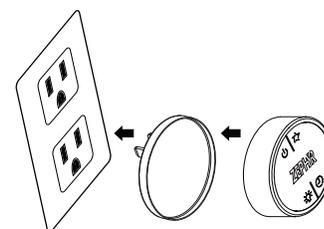

FIG. 4
9. Soulevez l'appareil assemblé et fixez les quatre supports à angle au support de plafond. Assurez-vous que les languettes des supports à angle entrent bien dans les fentes du support de plafond. La moitié du support à angle devrait se trouver à l'extérieur du support de plafond et l'autre moitié à l'intérieur. Fixez les supports à angle au support de plafond à l'aide de seize vis M4*6, quatre pour chaque support à angle. FIG. 4.
La commande à distance radioélectrique est munie d'un aimant pour un entreposage facile. La commande peut être mise sur n'importe quelle surface magnétique, comme un réfrigérateur ou le support à commande Zephyr (FIG. 4). Le support à commande peut s'installer à une prise électrique standard pour un rechargement facile. Note : Le support à commande ne recharge pas la commande à distance RF.